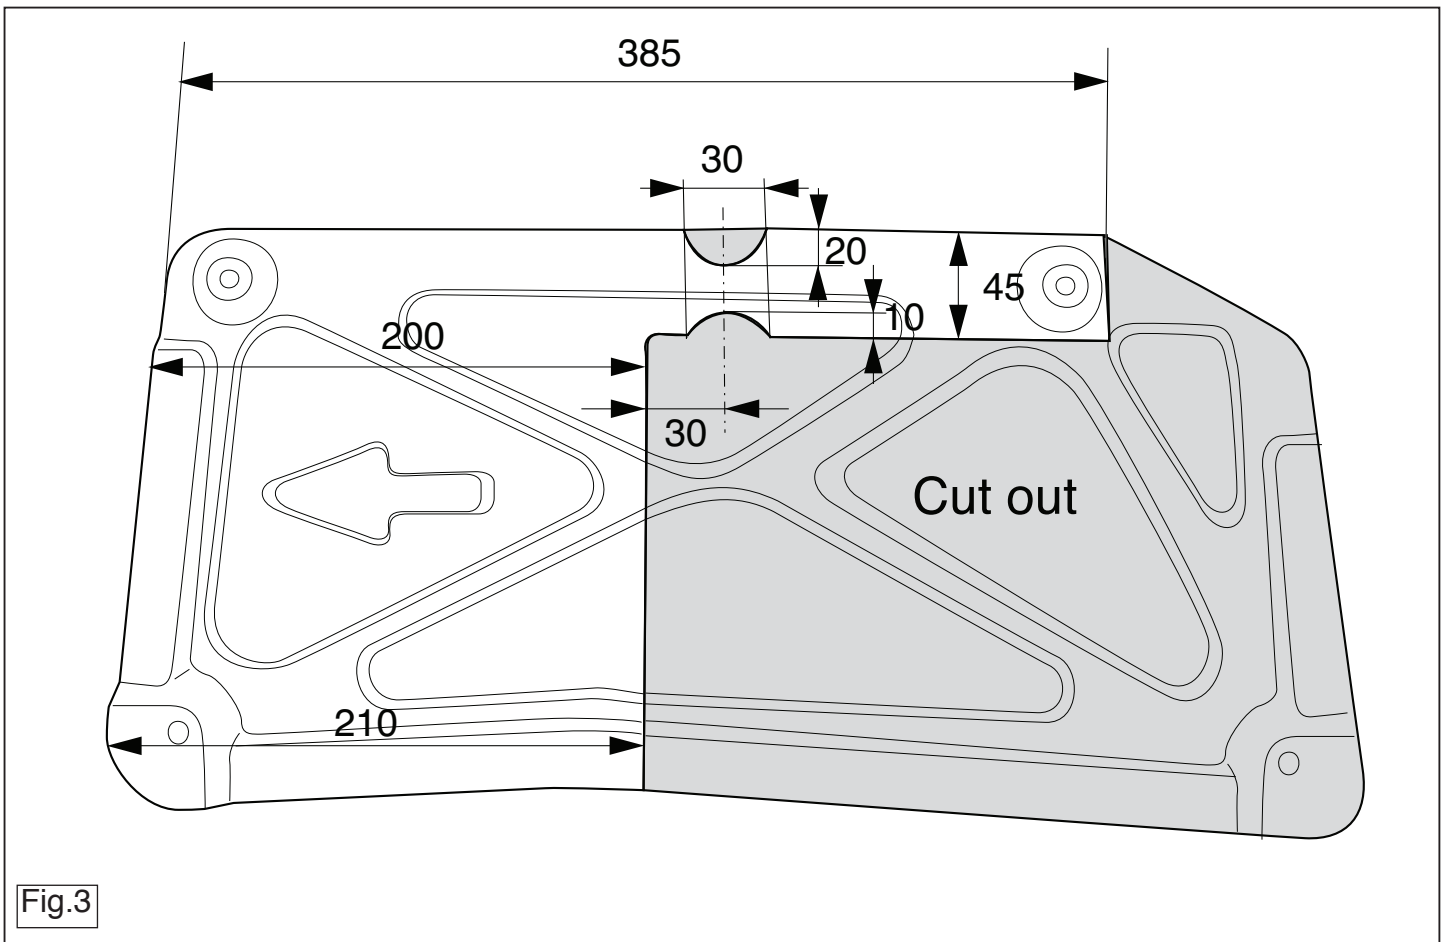

Fig.3
17. Saw out the portions as indicated in fig. 3 and 4.
17. Выпилить обозначенные части, как указано на рис. 3 и 4.